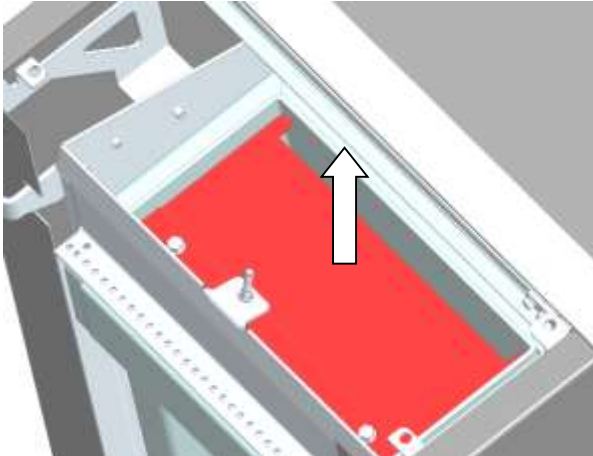

Abb. 68: Entnahme obere Umlenkung
1. Die obere Umlenkung herausnehmen (siehe Abb. 68)